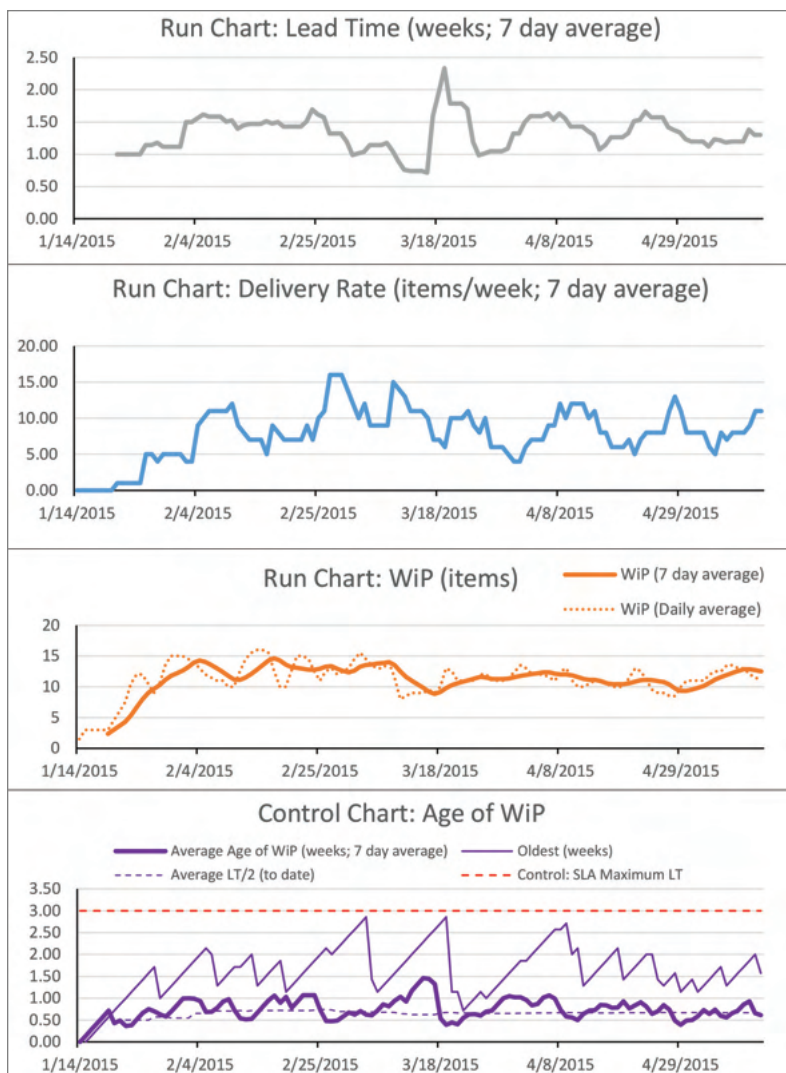

Figure 14 Diagramas de comportamiento o gráficos de control de LT, DR, WiP y Age of WiP
- **Diagramas de comportamiento** (run charts) del promedio de los tiempos de entrega, tiempos de respuesta, trabajo en curso (WiP) y el tiempo del WiP (ver Fig 14).
- **Gráficos de control** de los tiempos de entrega o del tiempo del WiP también se pueden usar. Los gráficos de control son diagramas de dispersión o diagramas de comportamiento con el añadido de rangos de control, los cuales pueden ser usados para provocar acciones que mantengan los elementos en el rango deseado. Los gráficos de control son más comunes en el mundo de la fabricación que en Kanban por la mayor variación natural y esperada que existe en el trabajo del conocimiento (ver Fig 14).
Los diagramas de comportamiento de la Fig 14 muestran la variación en las medias móviles de 7 días para estas métricas en el mismo periodo. Adicionalmente, el gráfico de “Edad del WiP” muestra la antigüedad del elemento en curso más “antiguo”. Es un gráfico de